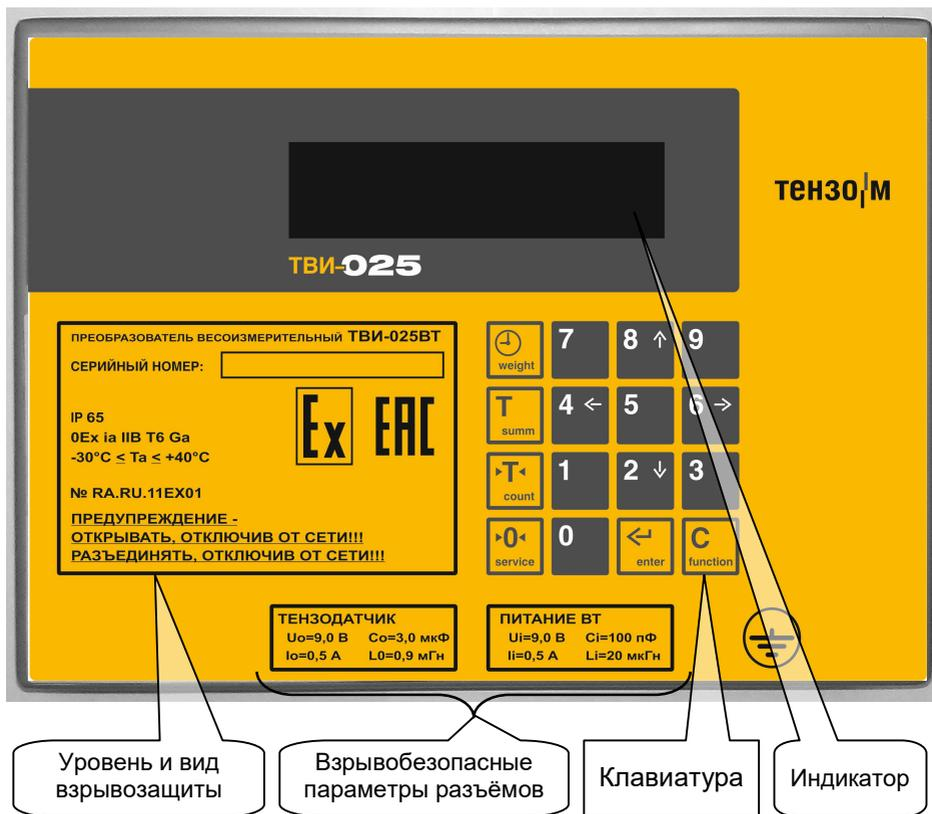

Рис. 7.1. Внешний вид ВТ Преобразователя спереди.
На Рис. 7.1 изображён внешний вид ВТ Преобразователя спереди.
10.2. После включения Преобразователь выполнит самотестирование, затем на дисплей ТВИ-025ВТ (см. Рис. 7.1 на стр. 14) будет кратковременно выведено название версии программного обеспечения Преобразователя: «10».